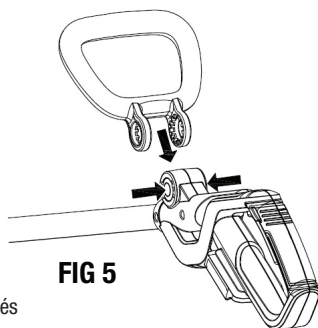

FIG 5
2. Installez la poignée avant sur la base du bouton comme indiqué à la Fig. 5.